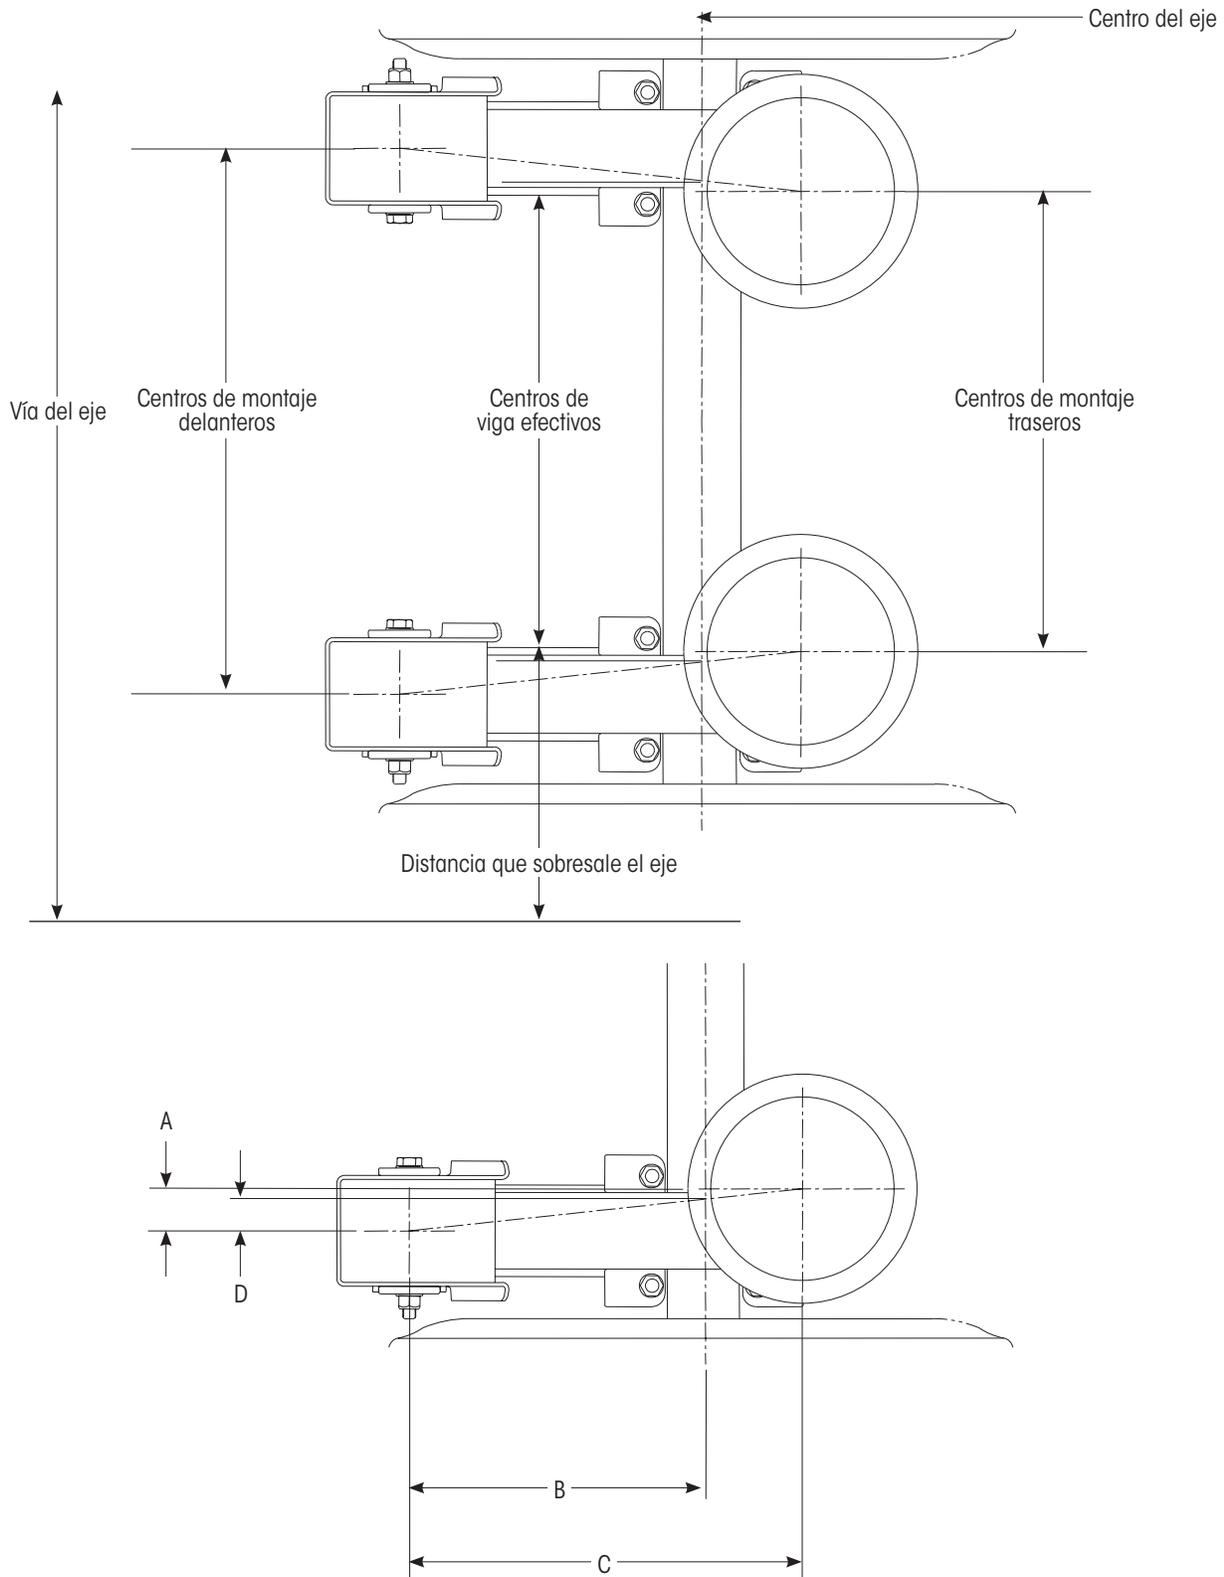

Figura 7: Dimensiones de instalación de la suspensión de aire
Los centros de suspensión efectivos son determinados usando las ubicaciones del montaje de la suspensión en la parte frontal y en la parte trasera para determinar dónde los centros de suspensión efectivos se cruzan con el centro del eje (Figura 7).
Para calcular la capacidad de la viga del eje en una suspensión de aire, siga el siguiente procedimiento (Consulte la Figura 7):
- Calcule la dimensión "A" (Figura 7):
- Calcule la dimensión "D" (Figura 7):